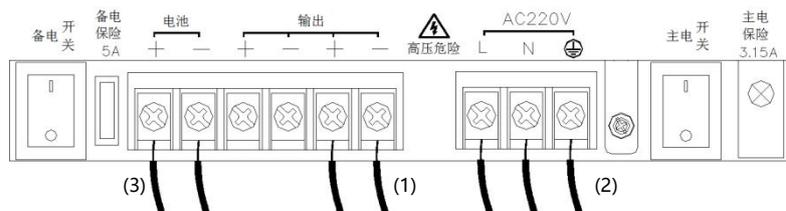

图 2 外接端子示意图
- 连线：将由墙内接线盒里引出的导线分别按照如下的端子说明连接。外接端子示意图如图 2 所示。